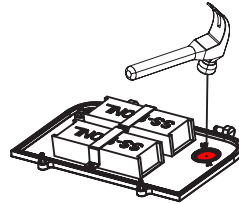

Figure 2
2. Mettez le circuit d'attaque sur le sol. Défoncez la pièce prédécoupée avec un marteau. (Figure 2)